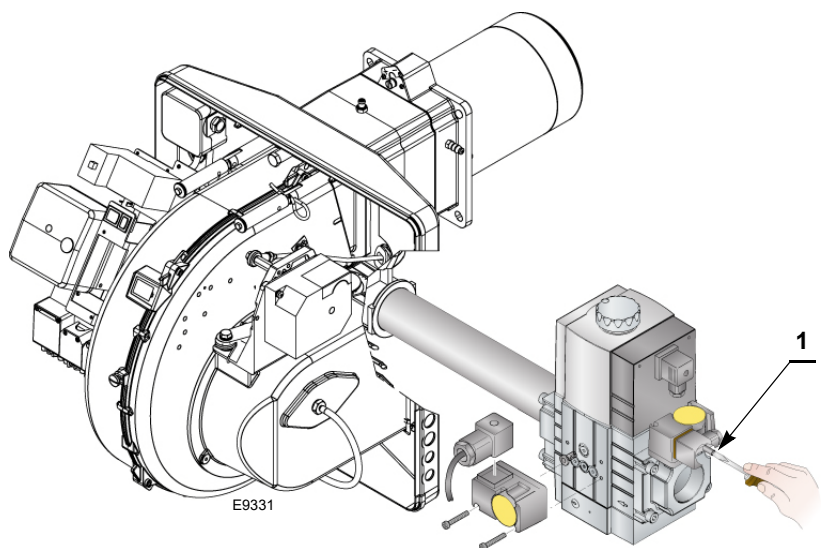

Fig. 25
- Contrôler la pression d'alimentation du gaz en raccordant un manomètre sur la prise de pression 1)(Fig. 25) du pressostat gaz minimum: elle doit être inférieure à la pression maximale admise pour la rampe gaz qui est indiquée sur la plaque des caractéristiques.
- Purger l'air des tubes de la rampe gaz, en raccordant un tube en plastique sur la prise de pression 1)(Fig. 25) du pressostat gaz minimum. Porter le tube de purge à l'extérieur de l'édifice jusqu'à sentir l'odeur du gaz.